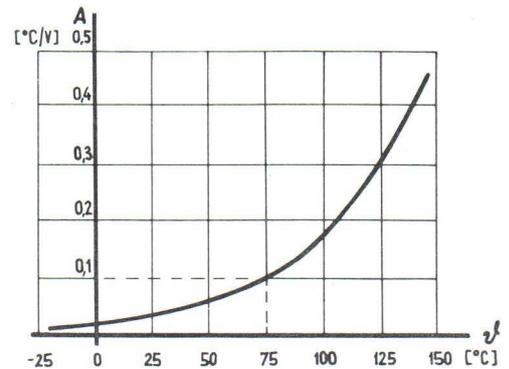

Fig. 2
**ANWENDUNGSBEISPIEL FUER FIG. 2**
**EXEMPLE D'APPLICATION POUR FIG.2**
**APPLICATION EXAMPLE FOR FIG. 2**